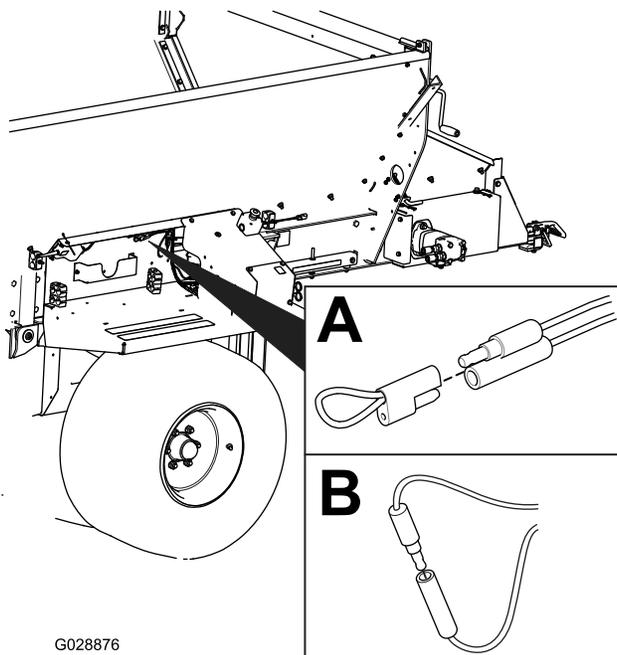

図 64
2. 故障診断コネクタについているキャップを外す (図 64, A)。
3. 故障診断コネクタ同士を接続する (図 64, B)。